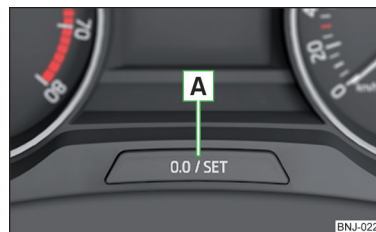

Fig. 22
► Apăsați tasta **A** » fig. 22 la pagina 37.
- Apăsăți tasta **A** » fig. 22 și mențineți-o apăsată, până când pe afișaj se afișează punctul de meniu **Ora**.